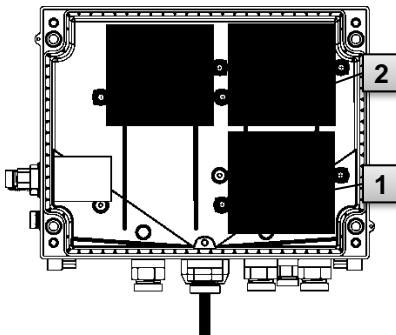

Abb. 31
4. Lösen Sie die Schrauben der Batterieabdeckung Abb. 31: **1** oder **2** und entfernen die Batterieabdeckung.
7. Platzieren Sie die neuen Batterien im Inneren (Abb. 31: **1** oder **2**).